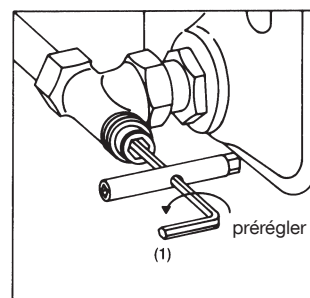

Fig. 2
- 1.3 Ensuite prérégler le clapet avec la clé à six pans (clé de 4) (1) en donnant le nombre de tours à gauche prévu selon le diagramme (fig. 2).
- 4.5 Ouvrir le clapet en le tournant vers la gauche à l'aide d'une clé à six pans (clé de 4) (1) (fig. 2). Purger le radiateur.